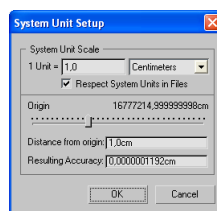

Abbildung 1.3: Im System Units Setup einstellen, dass 1 MAX-Einheit 1,0 Centimeter entspricht.
2. In diesem Units Setup Dialog wird ferner im Unter-Dialog System Unit Setup für System Unit Scale eingestellt, dass 1 MAX-Einheit 1,0 Centimeter entspricht (siehe Abbildung 1.3)